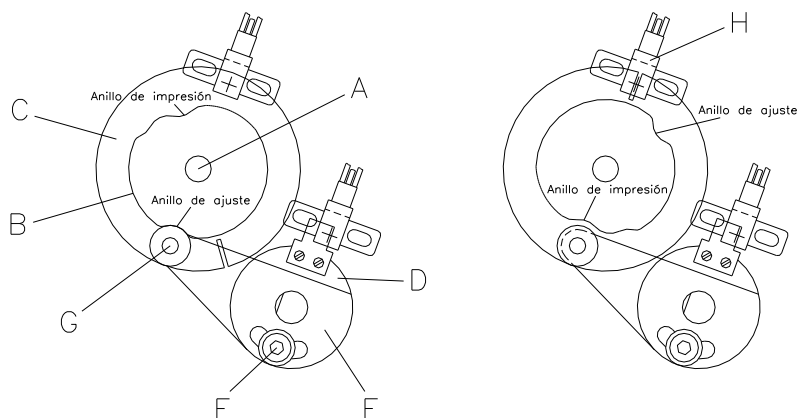

Figura 22
En el boceto (siehe Figura 22) se puede ver el eje del motor de optimización (A) con la curva de presión (B) y la arandela (C), vistos desde atrás. Más abajo se encuentra el cojinete anular (D) con la lámina de sujección (E).
4. Afloje el tornillo de allen (F) aproximadamente una vuelta, hasta que la lámina de sujección (E) se desplace libremente con el rodamiento de bolas (G).
6. Presione la lámina de sujección (E) junto con el rodamiento de bolas (G) en la muesca de ajuste de la curva de presión, de modo que no quede espacio libre.